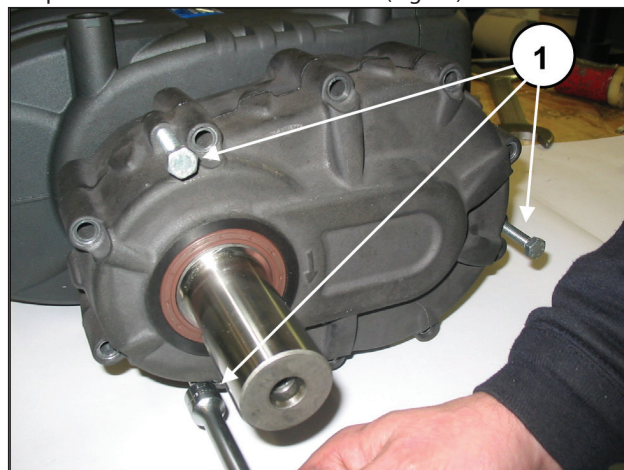
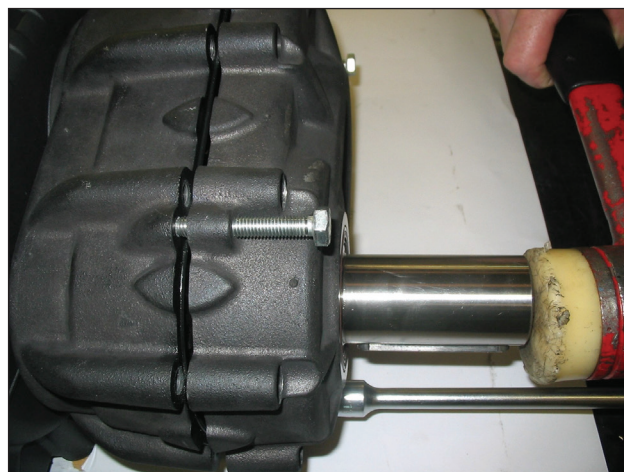

Fig. 16
Fig. 17
- Positionner dans les orifices appropriés et visser 3 goujons ou vis filetés M8 (Fig. 16, rep. ①) faisant office d'extracteurs et, simultanément, frapper sur le pignon de sorte que le roulement reste en position sur celui-ci pendant l'extraction du couvercle (Fig. 17).